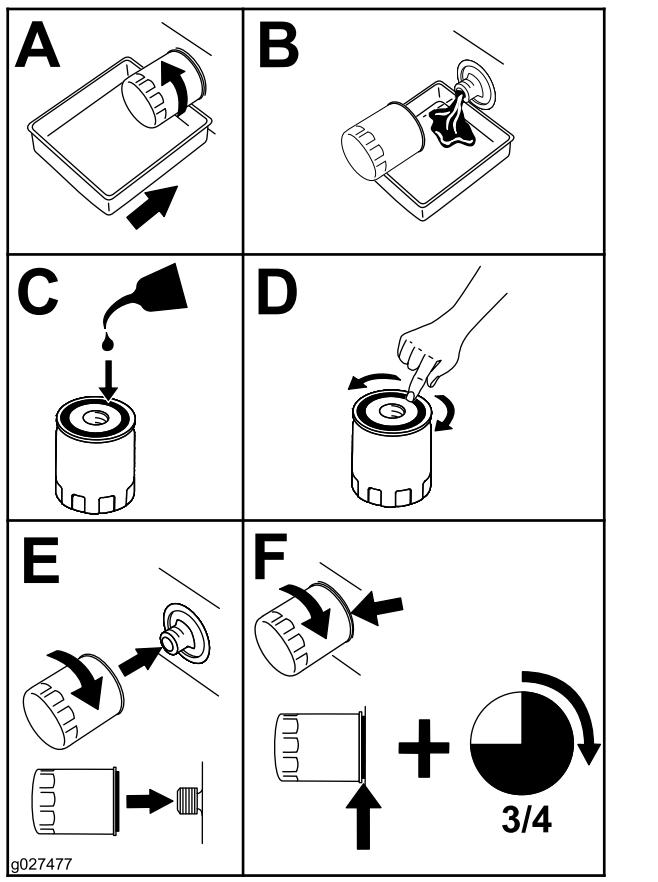

Figura 26
- Substituir o filtro do óleo (Figura 26).